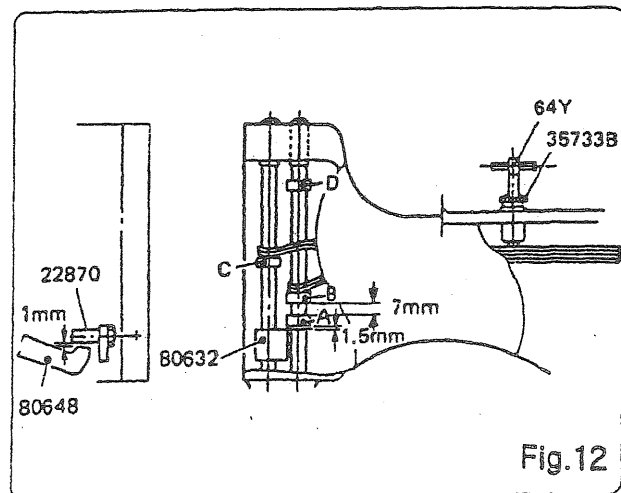

Fig.12
1. Adjust and set the presser bar holder (80632) so that the clearance between the presser lifter lever (80648) and the presser lifter pin (22870) is 1 mm, as shown in Fig. 12.
1. 押工棒ゲビン(22870)のスキマが、Fig.12で示す通り、1mmになる様に、押工棒ダキ(80632)をセットする。